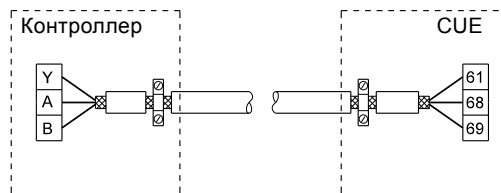
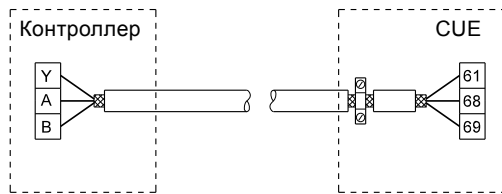

Рис. 39 Пример подключения к шине 3-жильного кабеля с экраном с подключением на двух сторонах
Рис. 40 Пример подключения к шине 3-жильного кабеля с экраном, подсоединенным к преобразователю частоты CUE (контроллер без зажима для экрана)
- Подключайте экран кабеля к корпусу на обоих концах и для двигателя, и для сигнальных кабелей. См. рис. 39. Если на контроллере отсутствует хомут, подключайте экран сигнального кабеля только к корпусу преобразователя частоты CUE. См. рис. 40.